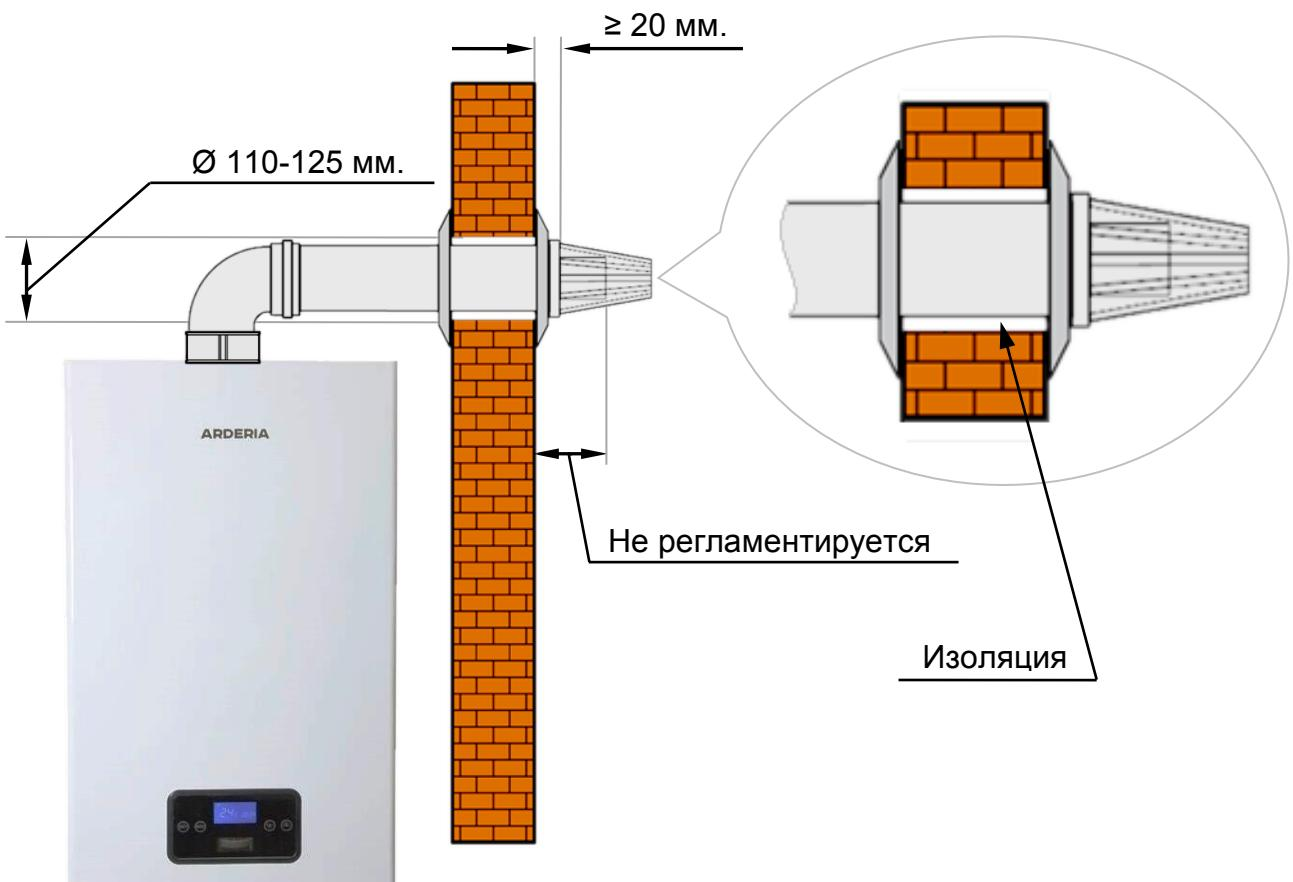

Рис. 26
- При прохождении трубы системы дымоудаления через стену **необходимо** изолировать её поверхность для исключения контакта со стеной. Изоляцию (См. Рис. 26) **необходимо** выполнить из несгораемого теплоизолирующего материала, которым заполняется всё пространство зазора между стеной и поверхностью трубы системы дымоудаления. (См. Рис. 26).